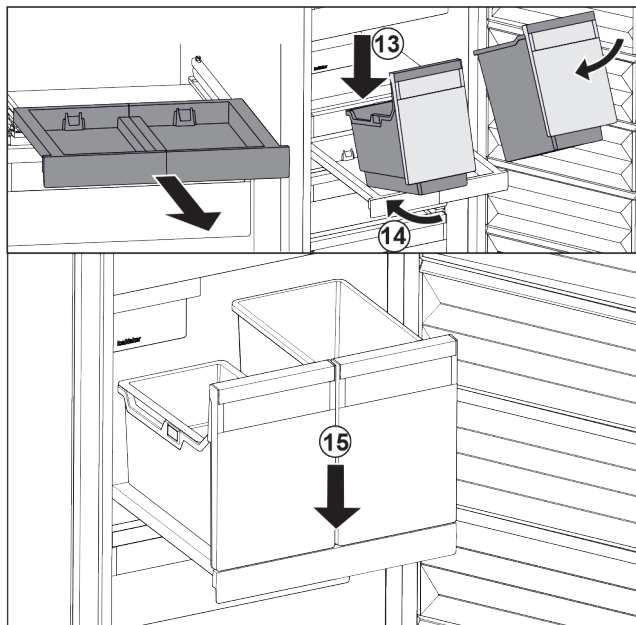

Fig. 129
- ▶ Așezați recipientele oblic pe raftul extractibil. Fig. 129 (13)
- ▶ Inșerați recipientul oblic spre partea posterioară. Fig. 129 (14)
- ▶ Depuneți recipientul în față. Fig. 129 (15)